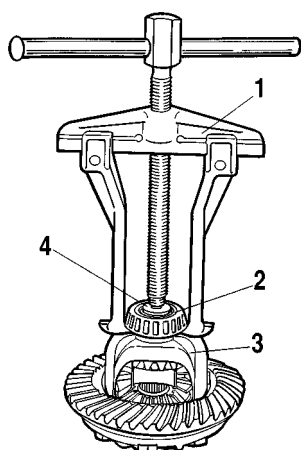

Fig. 3-68. Dépose de la bague intérieure du roulement de la boîte de différentiel à l'aide d'arrache-tout A.40005/1/6:
- déposer les bagues intérieures 2 (fig. 3-68) des roulements à rouleaux de la boîte 3 de différentiel à l'aide de l'extracteur universel A.40005/1/6 et d'un arrêt A.45028;